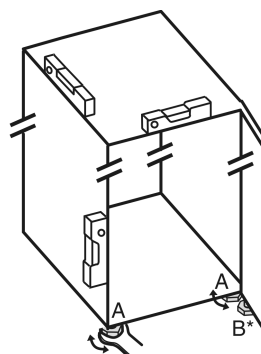

Fig. 24
- Vyskrutkujte nastaviteľné nohy Fig. 24 (A) priloženým vidlicovým kľúčom a pomocou vodováhy, kým zariadenie nebude pevne a stabilne vyrovnané.
- Vyskrutkujte nastaviteľnú nohu Fig. 24 (B) na ložiskovej konzole priloženým vidlicovým kľúčom, kým nebude dosadať na podlahu.
- Otočte nastaviteľnú nohu Fig. 24 (B) ďalej o 90°.